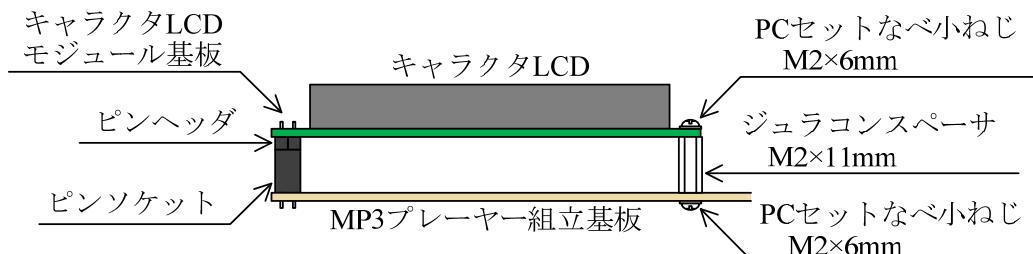

図 4.5 LCD モジュール基板の組付け状態
(6) キャラクターLCD の組付け
- イ) キャラクターLCD モジュール基板 LCD101 は、あらかじめはんだ付けしたピンヘッダを、図 4.5 のようにピンソケット CN104 に奥までしっかりと挿入する。